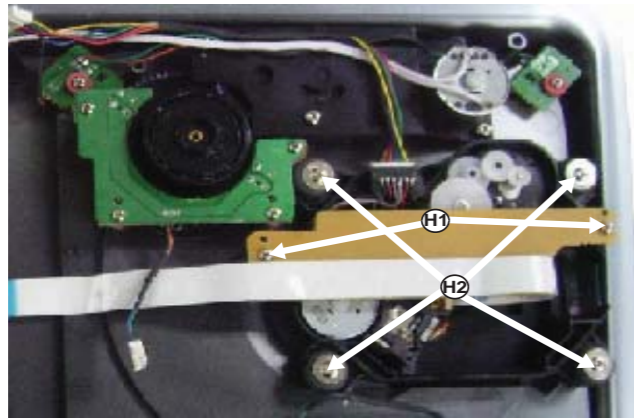

Figura 9
- 1) Solte os 2 parafusos "H1" (S2 x 2) para liberar o Painel Carregador como mostra a figura 9.
- 2) Solte os 4 parafusos "H2" (S4 x 4) para liberar o Carregador como mostra a figura 9.